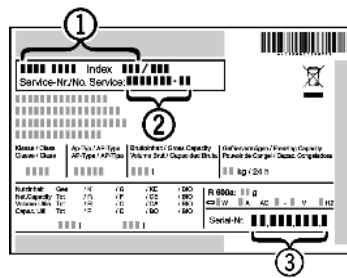

Fig. 33
- ▶ A készülék megnevezését Fig. 33 (1), a szerviz- Fig. 33 (2) és sorozatszámot Fig. 33 (3) a típustábláról olvassa le. A típustábla a készülék belsejében baloldalon található.